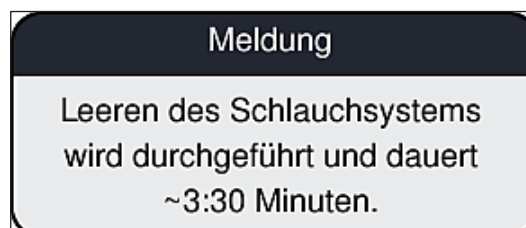

Abb. 107
6. Es erscheint eine Meldung (→ Abb. 107) am Bildschirm, die den Benutzer über die Zeitdauer informiert. Diese Meldung erlischt, sobald das Luft pumpen abgeschlossen ist.